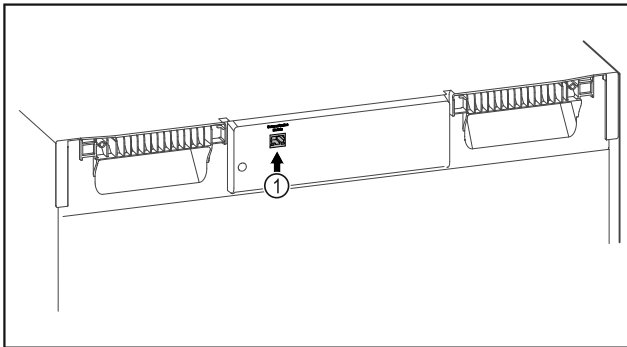

Fig. 73
- SmartModule Fig. 73 (1) встановлено.